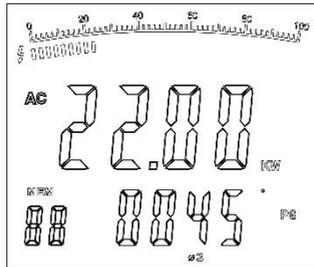

Figure 11
3. Après l'enregistrement de la mesure de puissance de courant biphasé, appuyez sur SEL à nouveau pour sélectionner $\Phi 3$. L'écran double montre la valeur KW de puissance active et le PG triphasé, comme sur la figure 11.